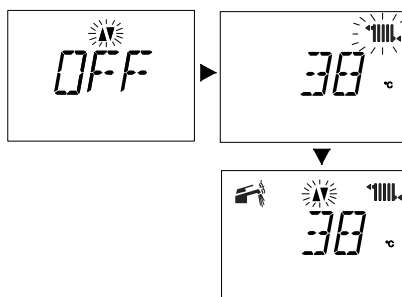

Figura 2.8 LCD Min. Riscaldamento.
- con regolazione temperatura mandata riscaldamento minima **Figura 2.8**